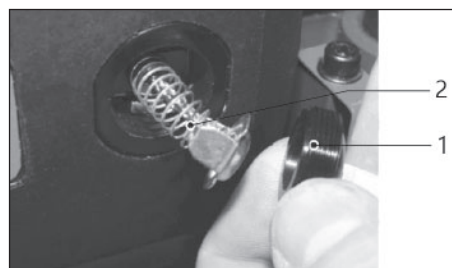

Рисунок 11.
- ослабьте крепление щёткодержателя 1 (рис. 11) и осторожно выньте щётки из электродвигателя;